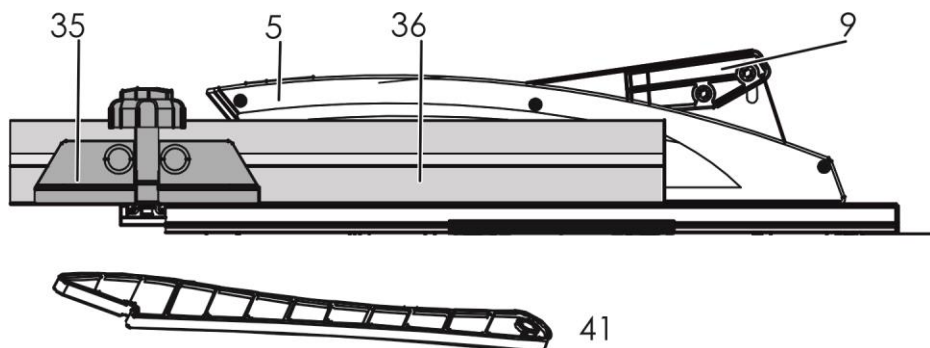

Рис.10. Вид с правого торца.
**Всегда при работе с узкими заготовками, для подачи заготовки используйте толкатель (41) (рис.10).**
- Ослабьте зажимные винты (30), передвиньте параллельный упор вперёд, до середины рабочего стола, затяните зажимные винты;
- Ослабьте фиксатор (32), передвиньте параллельный упор, влево либо вправо, исходя из необходимой ширины распила. Ширина распила устанавливается согласно шкалы рабочего стола;
- Положите, выбранную для пробного распила, заготовку на рабочий стол перед защитным кожухом (5) (рис.10);
- Включите пилу, нажатием кнопки (2);
- С помощью толкателя (41), входящего в комплект, подайте заготовку вперёд по направлению к пильному диску, защитный кожух откроется сам, при подаче заготовки;
- При производстве распила всегда доводите заготовку до конца распорного клина (9) (рис.10);
**Никогда не снимайте защитный кожух настольной пилы (5). Никогда не откидывайте его вручную, он открывается автоматически. Никогда не используйте пилу с неисправным, повреждённым кожухом.**